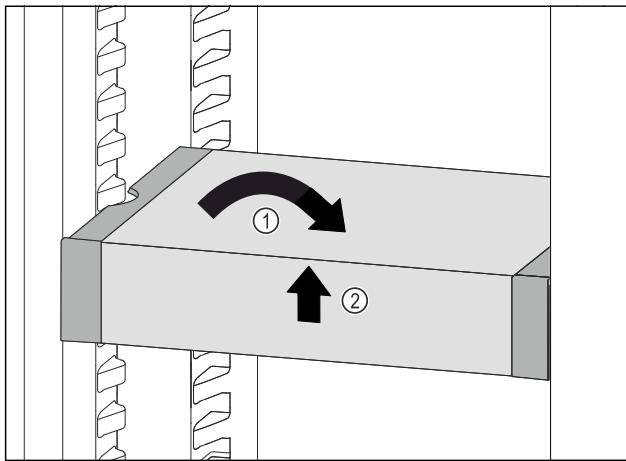

Fig. 90
- ▶ Ispravite VarioSafe. *Fig. 90 (1)*
- ▶ Podignite sprijeda VarioSafe. *Fig. 90 (2)*